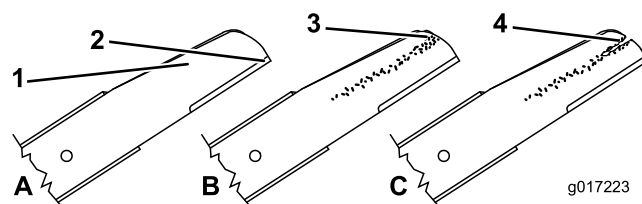

Рисунок 42
1. Осмотрите режущие кромки (Рисунок 42). Если кромки не острые или зазубренные, снимите ножи и заточите или замените их.
2. Осмотрите ножи, обратив особое внимание на состояние их фигурных частей (Рисунок 42). При обнаружении повреждений, износа, образования